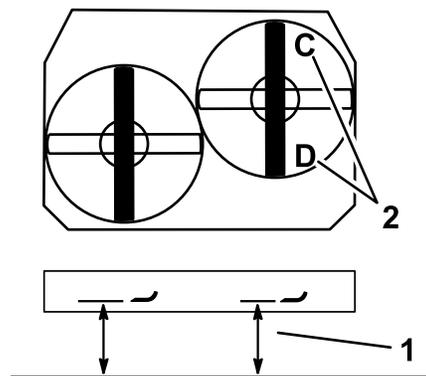

図 80
1. 右側のブレードを前後方向に向ける 図 80。
2. **C**位置で、平らな床面から右側のブレードの刃先までの高さを測り、測定値を記録する 図 80。
3. **D**位置で、平らな床面から右側ブレードの刃先までの高さを測り、測定値を記録する 図 80。
**注** **C**位置での刈り込みブレードの高さが、**D**位置での高さよりも 6-10 mm 低ければ適正である 図 80。高さの差がこの範囲内には以下の手順で調整する。
2. 右側のブレードを前後方向に向ける 図 80。